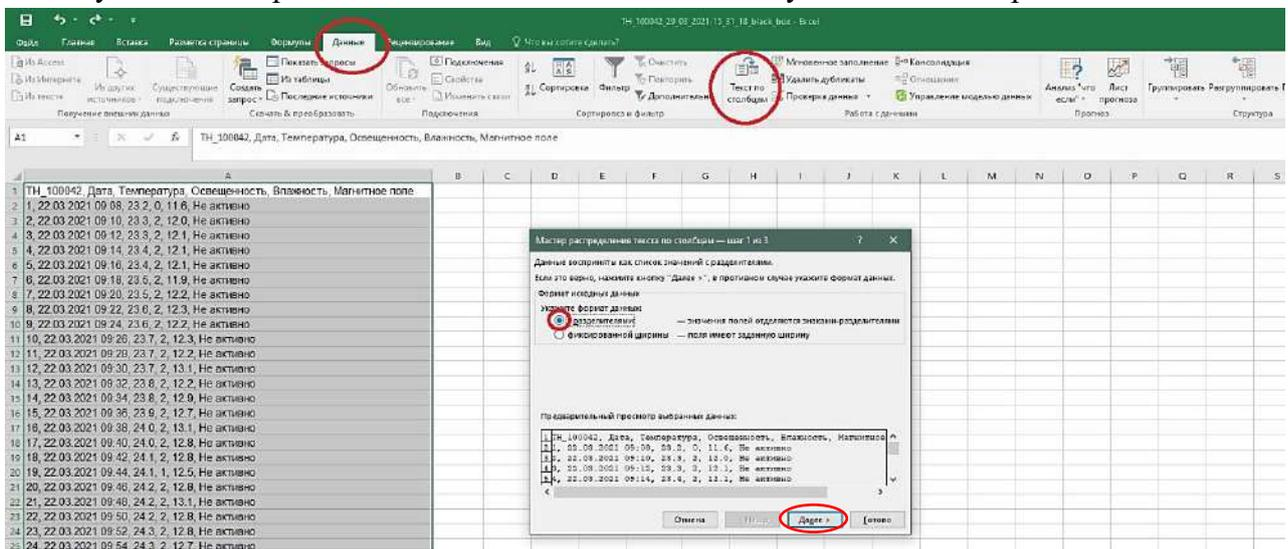

Рисунок 14 – Вкладка данные MS Excel, шаг 1
- В появившемся окне «**Мастер распределения текста по столбцам**» выбрать «**Формат данных**» / «**С разделителями**» (рис. 14), нажать «**Далее**»;